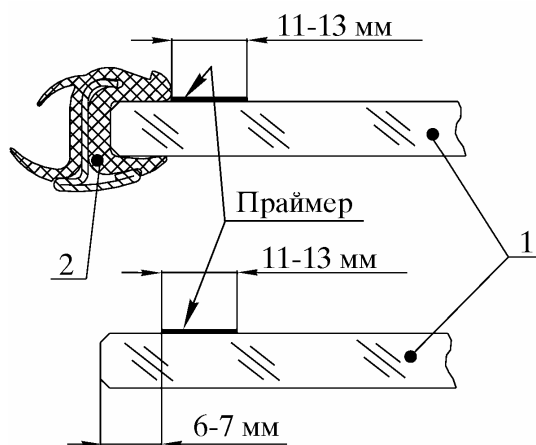

Рис. 13. Нанесение праймера для стекла на приклеиваемую поверхность стекла:
**6.13. Нанести полосу праймера для стекла (рис. 13) шириной 11 - 13 мм по всему периметру стекла с помощью аппликатора, как показано на рис. 13.**